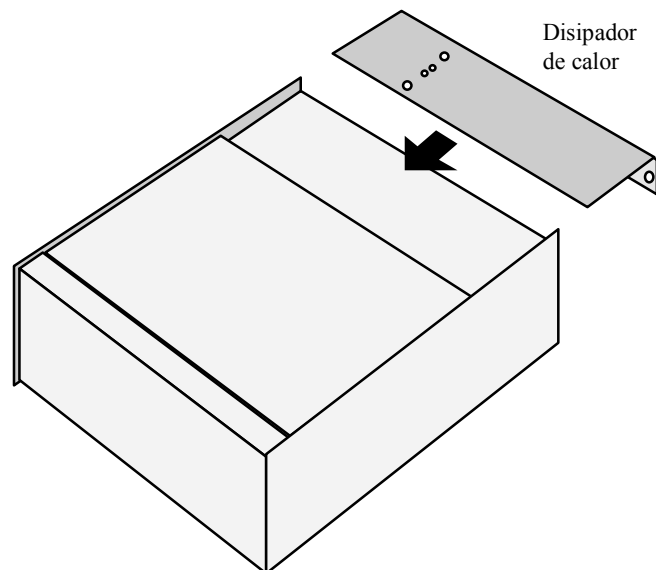
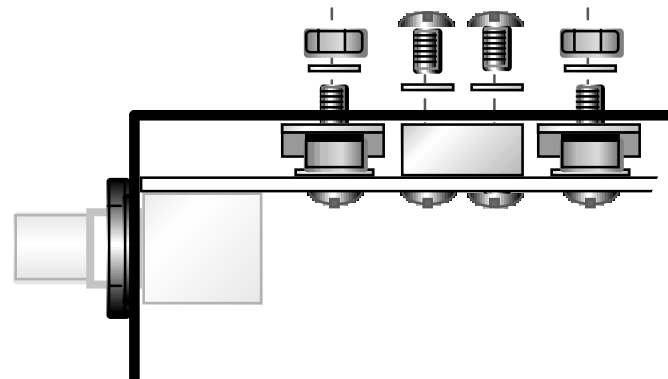

Figura 6-33
Figura 6-34
- Manteniendo el K2 sobre su lado izquierdo, deslice el disipador de calor en posición sobre los conectores del panel trasero (Figura 6-33). La Figura 6-34 muestra una sección con la apariencia del disipador y herraje asociado.
- Instale las arandelas y tuercas de acabado que había retirado anteriormente de los conectores de antena y manipulador. (La Figura 6-34 nos muestra el conector de antena ya instalado.)